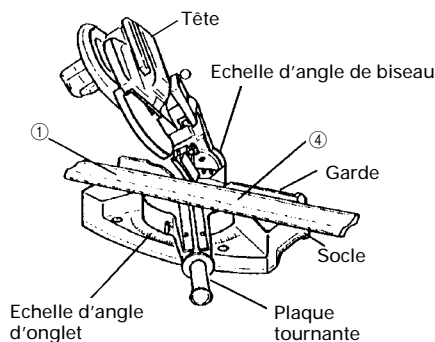
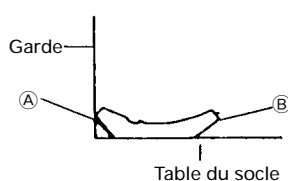

Fig. 36
Fig. 38
(1) Réglage de coupe en corniche complexe aux positions ① et ④ de la Fig. 34 (voir Fig. 36 ; incliner la tête vers la gauche) :
- ① Tourner la plaque tournante vers la droite et régler l'angle d'onglet comme suit :
- ② Incliner la tête vers la gauche et régler l'angle de biseau comme suit :
- ③ Disposer la corniche complexe de façon que la surface inférieure (A sur la Fig. 33) touche la garde comme indiqué à la Fig. 38.